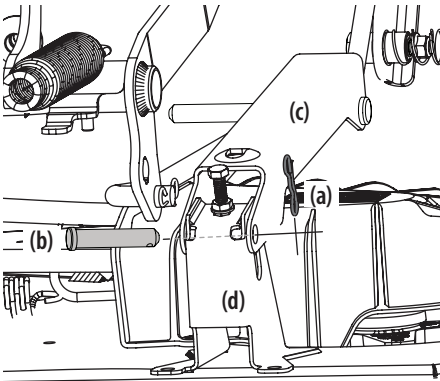

Figura 45
- a. Extraiga los dos pasadores con unión curva (a) de los pasadores de horquilla (b) que sujetan los soportes del varillaje de elevación (c) a los soportes traseros de elevación de la plataforma (d) en la plataforma. Extraiga los pasadores de horquilla (b). Consulte la Figura 45.